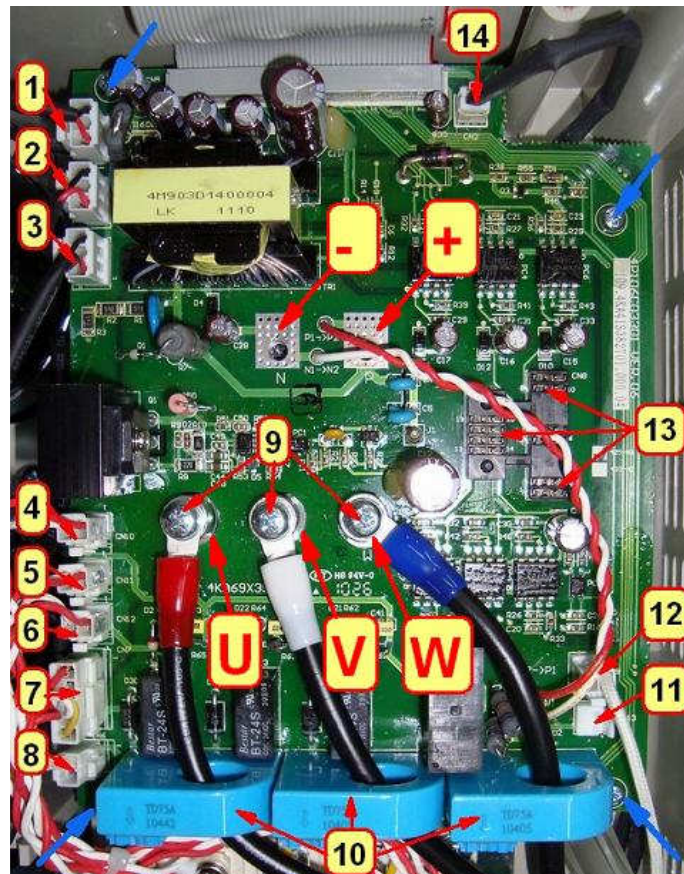
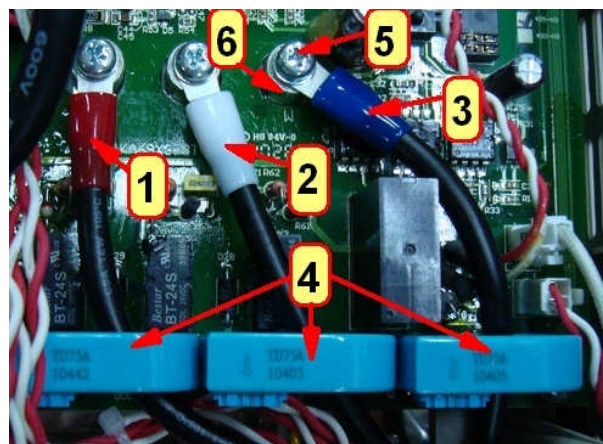

Рис. 7.15
Рис. 7.16
7.10.1. Взять плату драйверов, продеть через окна датчиков тока 4 наконечники 1, 2, 3 проводов U, V, W (рис.7.16). Установить плату над IGBT модулем, совместив отверстия в плате по сторонам розетки 13 (рис.7.15) с направляющими штифтами модуля и нажав на розетку до упора платы в IGBT модуль.
7.10.2. Вкрутить четыре самонарезающих винта (рис.7.15).
7.10.3. Соединить разъемы CN1...CN4, CN6, CN7, CN9...CN13 в соответствии с табл.7.4 и рис.7.15.
7.10.4. Закрепить на площадках U, V, W платы наконечники 1, 2, 3 тремя винтами 5, подложив под наконечники втулки 6 (рис.7.16).